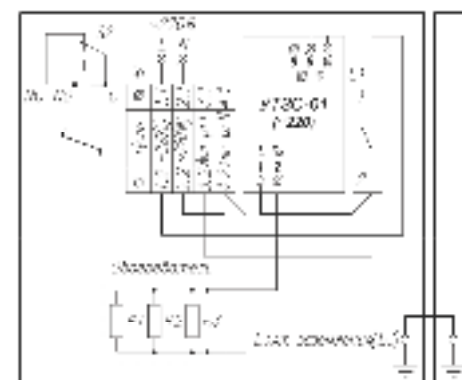

Рис.2. Схема электрическая принципиальная
1. Заземлить термошкаф при помощи болта заземления (S3) (рис.2).
2. Подать напряжение питания на контакты 1.1 и 2.1 клемм X1 (рис.2, 3).